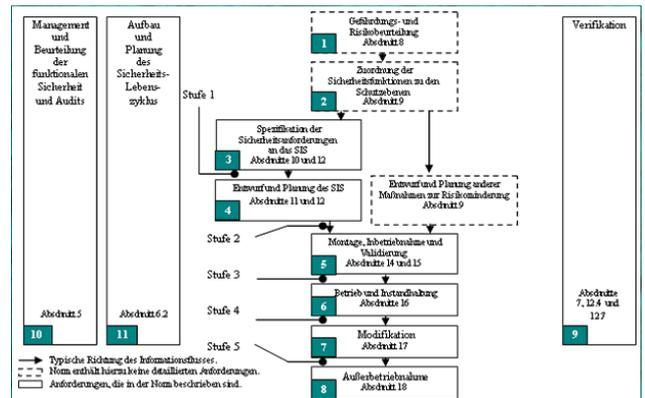

Bild 1: Sicherheitslebenszyklus (IEC/ DIN EN 61511)
- 1.4 Begriffe, Sicherheitslebenszyklus (Bild 1)